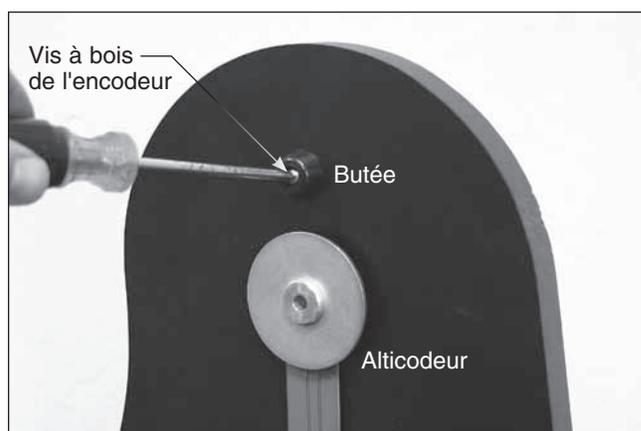

Figure 12. Installez la butée dans l'avant-trou au-dessus de l'alticodeur avec l'une des vis à bois de l'encodeur.
18. Vous verrez un avant-trou au-dessus de l'alticodeur : il s'agit de l'emplacement de la butée en plastique qui protège l'alticodeur (et que vous trouverez dans le kit de l'IntelliScope). Prenez la vis à bois de l'encodeur restante dans le kit de l'IntelliScope, insérez-la dans la butée et utilisez un tournevis cruciforme pour la visser fermement dans cet avant-trou (figure 12).